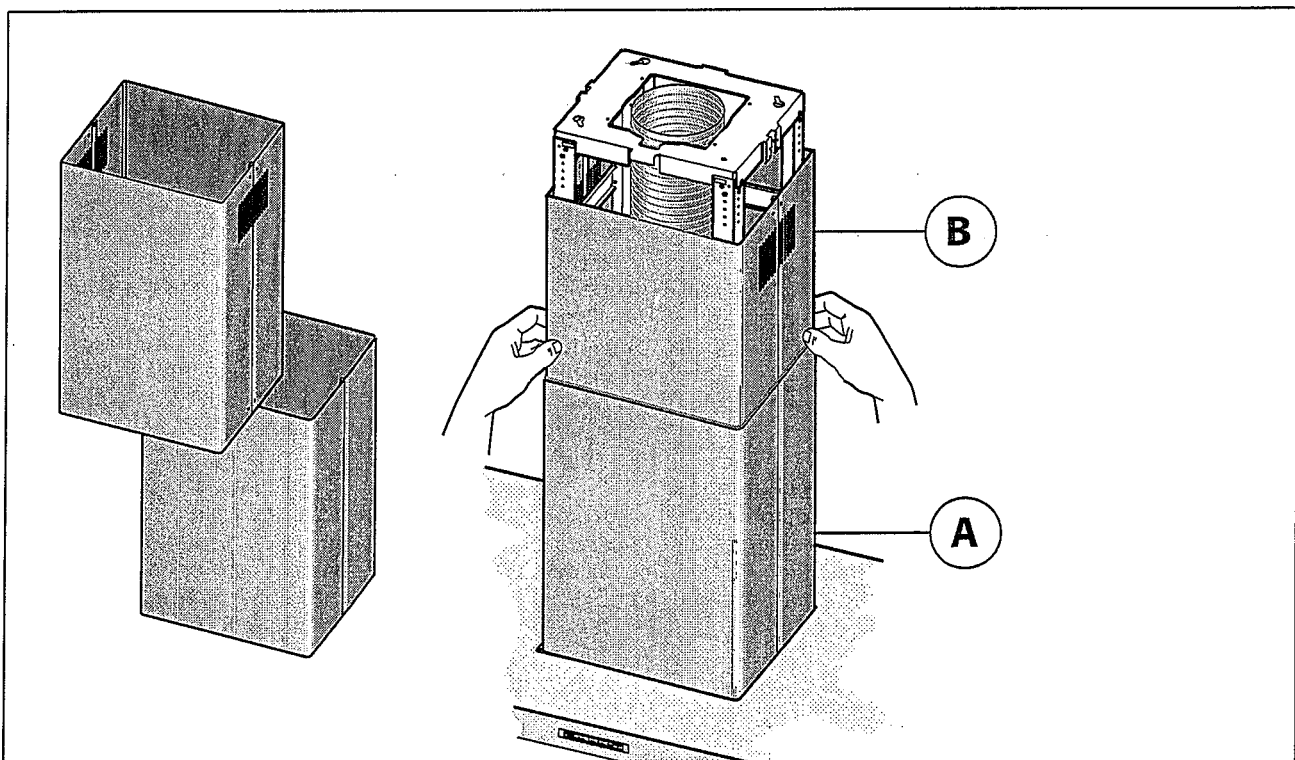

Fig.6
- Associer le conduit inférieur **A** avec le conduit supérieur **B** et les insérer sur la structure, comme l'indique la figure 6.